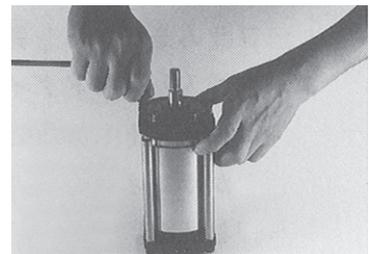

Fig.10
- ① ボンネットRの六角穴付きボルトを緩める。
- ② ボンネットFの六角穴付きボルトを取り外す。その際、スプリングが入っているモデルは、ボンネットFが飛び出すので注意して下さい。(Fig.10)